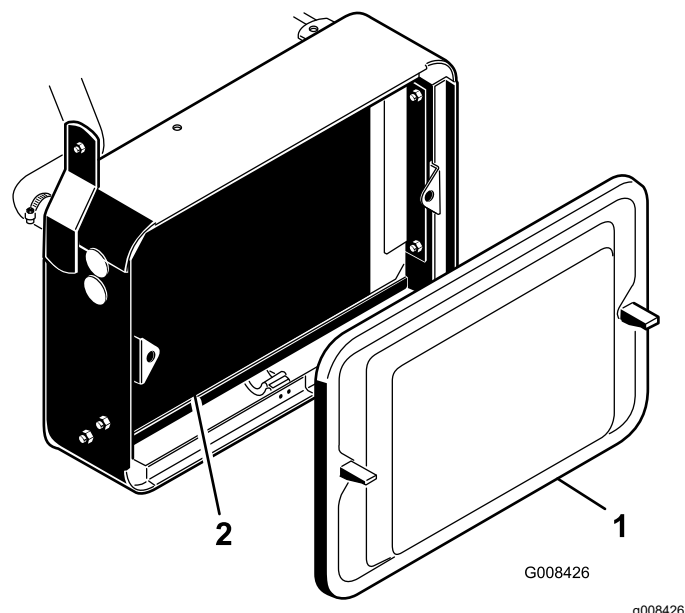

Figura 44
1. Retire o painel do radiador (Figura 44).